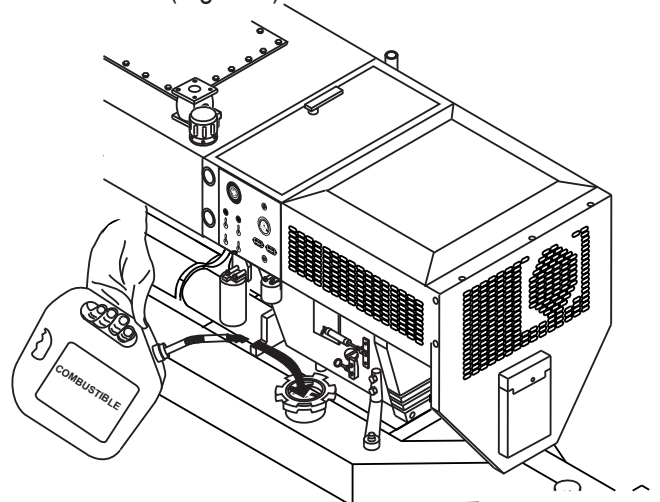

Figura 9. Abasteciendo diesel
6. Si el combustible esta bajo, retire el tapón y llene con **diesel #2** (Figura 9).